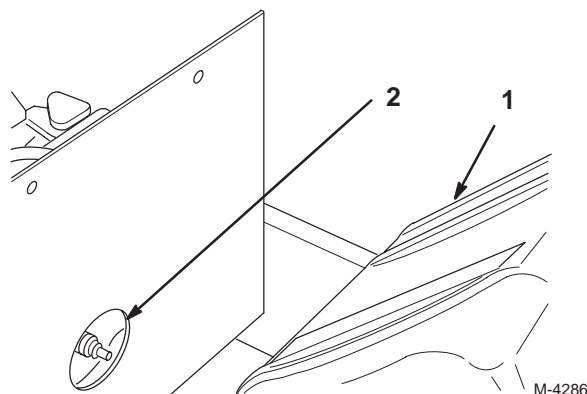

Figure 20
3. Vous devez déposer le réservoir de carburant pour accéder à la bougie arrière (Fig. 20).
3. Connectez les fils aux bougies (Fig. 20).